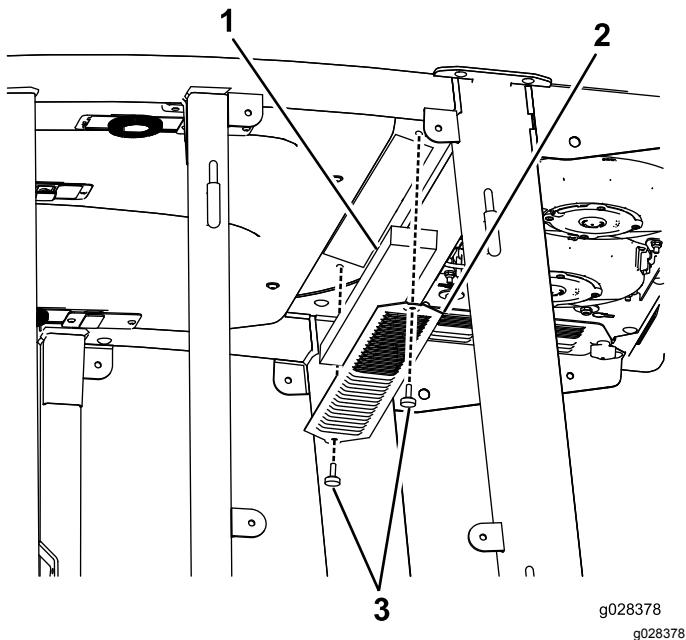

Bild 121
- Nehmen Sie die Schrauben und Gitter von den internen und hinteren Kabinenluftfiltern ab (Bild 121).